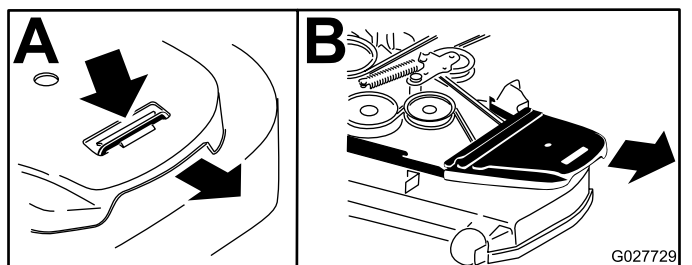

Рисунок 62
7. Снимите кожухи ремней и болты, присоединенные к ним (Рисунок 62).